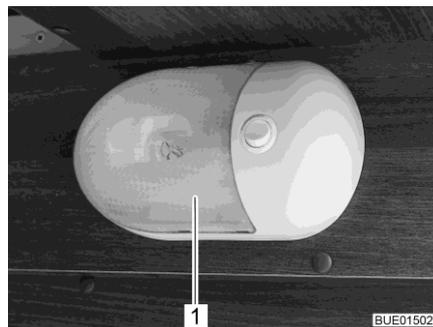

Fig. 195 Luminaire apparent
- Presser le couvercle transparent (Fig. 195,1) avec précaution des deux côtés, l'éloigner légèrement du commutateur et le retirer par l'avant.